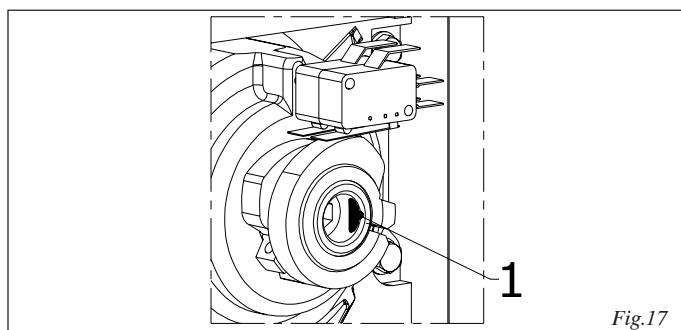

Fig.17
**El tope mecánico está constituido por una clavija elástica (fig.17 rif.1) que no debe superarse para no perjudicar el funcionamiento del dispositivo de desbloqueo.**